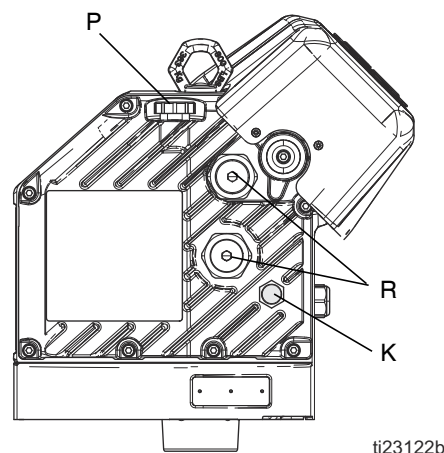

FIG. 9: Siktglas och lock för oljepåfyllning
3. Öppna påfyllningslocket (P) och tillför ISO 220 silikonfri syntetisk växelolja från Graco med artikelnr. 16W645. Kontrollera oljenivån via nivåglaset (K). (Se FIG. 9.) Fyll på tills oljenivån är nästan halvvägs på nivåglaset. Oljekapaciteten är cirka 0,9-1,1 liter (1,0-1,2 quarts). **Överfyll inte.**
Kontrollera oljenivån via nivåglaset (K). (Se FIG. 9.) När enheten inte körs ska oljenivån vara ungefär halvvägs på siktglaset. Om oljenivån är låg, öppna oljepåfyllningslocket (P) och tillför ISO 220 silikonfri syntetisk växelolja från Graco med artikelnr. 16W645. Se FIG. 9.
Se FIG. 9. Förbelastningar av lager (R) är fabriksinställda och kan inte justeras. Justera inte förbelastningen av lager.